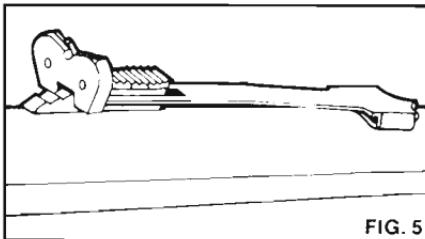

FIG. 5
SIGHT ADJUSTMENTS — Your fire-arm can be adjusted to shoot higher by moving the rear sight elevator backward by one or more notches. In order to shoot lower, the elevator can be moved forward (Figure 5).
REGLAGE DU GUIDON — Votre arme peut être réglé pour tirer plus haut en reculant la crémaillère d'une ou plusieurs encoches. Pour tirer plus bas, pousser la crémaillère vers l'avant (Fig. 5).
VISIERJUSTIERUNG — Um bei die Waffe den Visierpunkt höher zu legen, schiebt man den Kimmenraster ein oder zwei Stufen nach hinten. Um den Punkt tiefer zu legen, wird der Raster nach vorn geschoben (Abb. 5). Um den Zielpunkt nach rechts zu versetzen, klopft man das Kimmenblatt am Laufnut vorsichtig nach rechts. Umgekehrt verfährt man, wenn man den Zielpunkt nach links verlegen will. Si können auch noch eine Erhöhungseinstellung machen, wenn Sie zwei (2) kleinen Schrauben lösmachen, die das Kimmenblatt zu der Grundfläche befestigen. Schieben Sie das Kimmenblatt nach oben oder nach unten, und machen Sie dann die Schrauben fest. Um die Kimme nicht zu beschädigen, sollte man hierzu einen Hammer aus Kupfer oder Plastik benutzen.
AJUSTAMIENTO DE LAS MIRAS — Su arma puede ajustarse para disparar más arriba, si se mueve la mira trasera del elevador hacia atrás, una o dos ranuras. Para disparar mas bajo, el elevador se puede mover hacia adelante (Fig. 5).